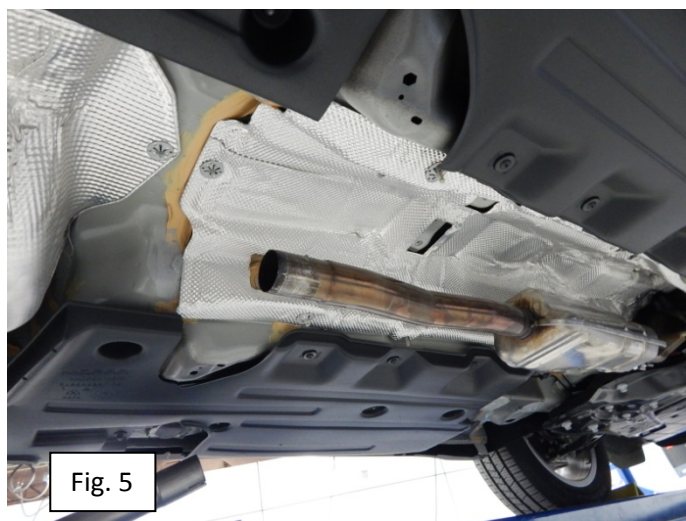

Fig. 5
1. Enfiler le collier de 54 mm sur le bout évasé du tuyau avant neuf, puis poser le tuyau avant neuf sur le tuyau d'échappement du véhicule, en laissant le tuyau épouser le profil latéral du tunnel. Ne pas serrer le collier. Voir Fig. 5, 6, 6a.